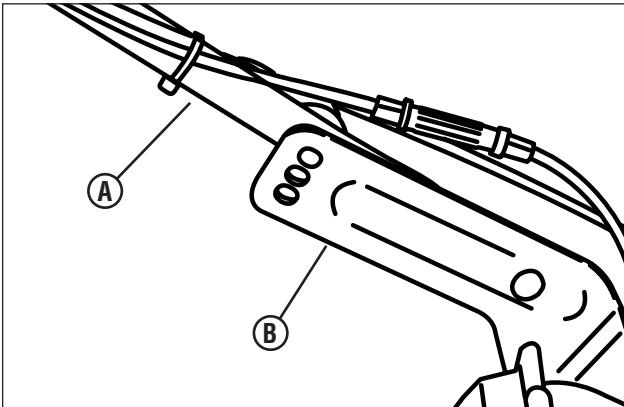

Figura 5: Ajuste de la altura del mango
1. Retire las perillas y los pernos de cabeza de hongo asegurando la manilla inferior (A, **Figura 5**) hacia los soportes de montaje (B).